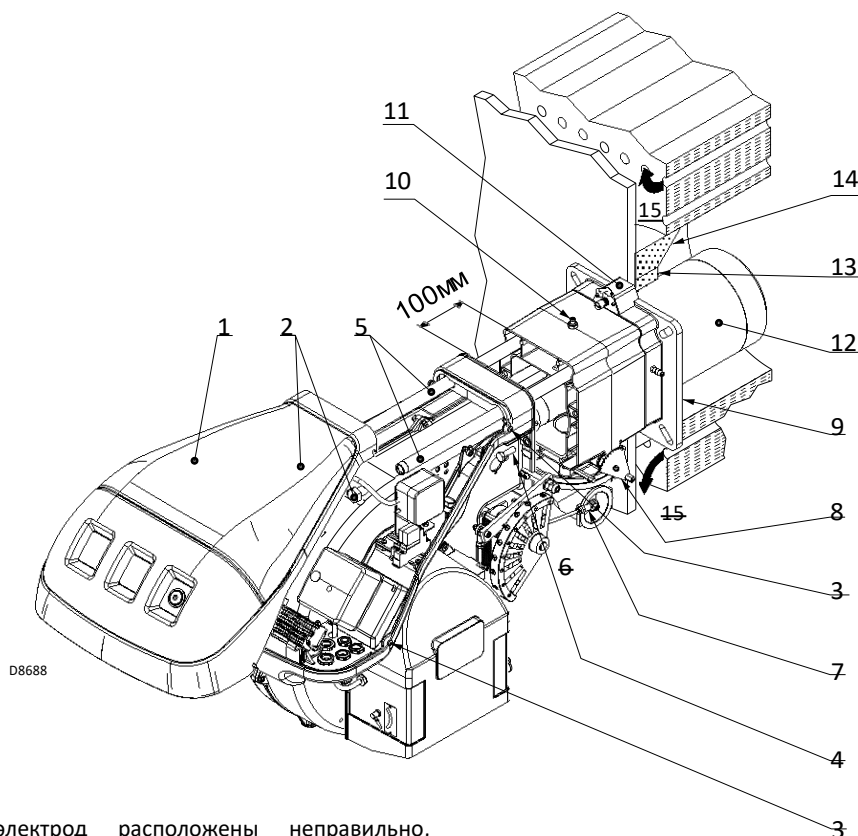
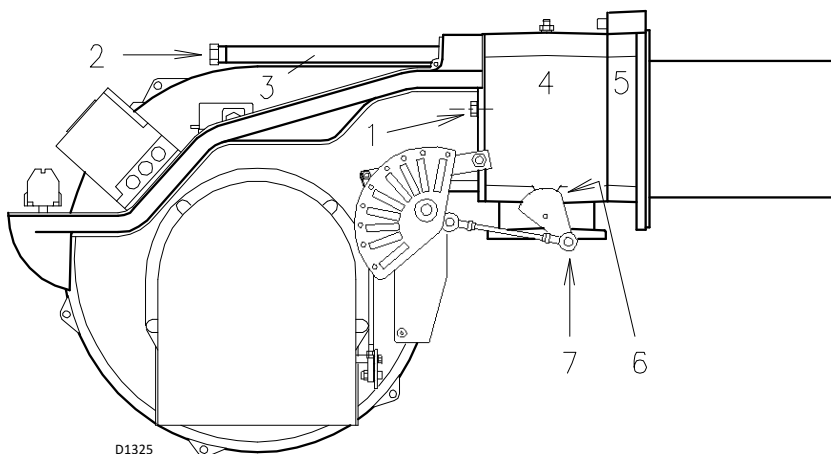

Рис.11
Рис. 16
Длина жаровой трубы 12) (Рис. 11, стр. 16) должна быть выбрана в соответствии с указаниями производителя котла и в любом случае должна быть больше толщины дверцы котла вместе с ее огнеупорной футеровкой.
Для котлов с фронтальным проходом дымовых газов 15) (Рис. 11, стр. 16) или камерой инверсии пламени, защитное устройство из огнеупорного материала 13) должно быть вставлено между футеровкой котла 14) и жаровой трубой 12).
Отделите горелочную головку от остальной части горелки, как показано на Рис. 11.
После выполнения этой операции (при необходимости) прикрепите фланец 11)(Рис. 11) к плите котла, проложив поставляемую изолирующую прокладку 9)(Рис. 11).
- снова установите горелку на направляющие 3)(Рис. 16), примерно на 100 мм от соединительного патрубка 4) - горелка в положении, показанном на Рис. 11;
- вставьте кабели датчика и электрода, затем сдвиньте горелку до упора в соединительный патрубок - горелка в положении, показанном на Рис. 16;